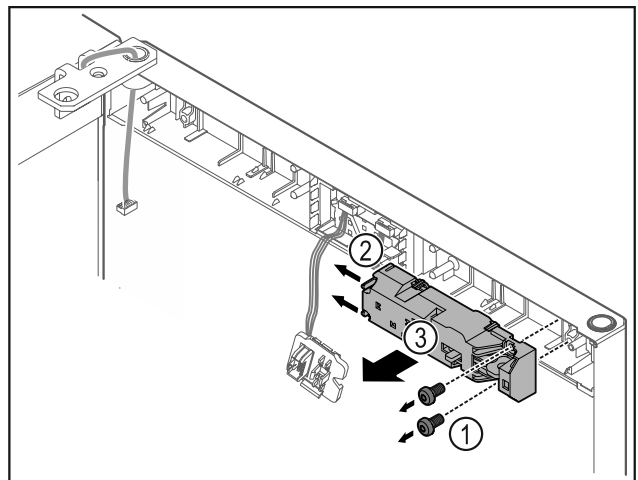

Fig. 20
- ▶ Vegye ki a csavarokat Fig. 20 (1).
- ▶ Tolja el oldalra a reteszelő nyelveket Fig. 20 (2), majd vegye le a zárat Fig. 20 (3).